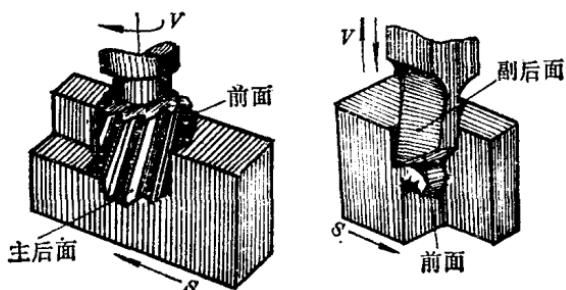

图 2-5
(3) 副后面——是刀具对工件上已经加工完了的表面所对着刀具的那个表面（图 2-5）。